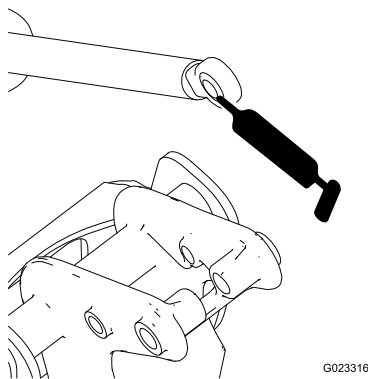

Figura 19
6. Manipolate il lato cuscinetto dell'asta dell'attuatore ed inserite il grasso nel cuscinetto (Figura 19).